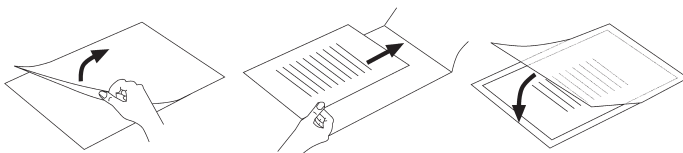

Fig. 2
- ▶ Certifique-se de que apenas utiliza uma única película para a laminação. Abra-a previamente, como representado na fig. 2.
- ▶ Certifique-se de que apenas utiliza uma única película para a laminação. Abra-a previamente, como representado na fig. 2 (ver pág. 36).